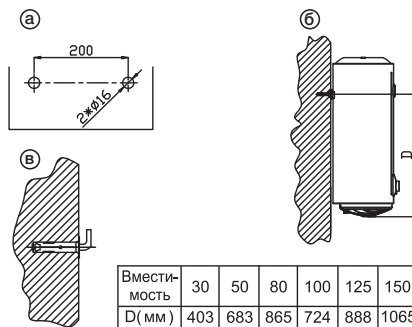

Рис. 2
2. После выбора места монтажа определите места под два крепежных болта с крючками (в зависимости от спецификаций выбранного изделия). Электродрелью просверлите два отверстия в глухой стене диаметром 16 мм на расстоянии 200 мм. Расстояние между отверстиями выдержать в соответствии с рис. 2а. При определении высоты отверстий необходимо учесть положение на стене водопроводных соединений, тип водопроводных труб и расстояние от крепления до низа нагревателя (см. рис. 2б).
3. Вставить распорные болты в отверстия и убедиться, что крючок направлен вверх (см. рис. 2в).